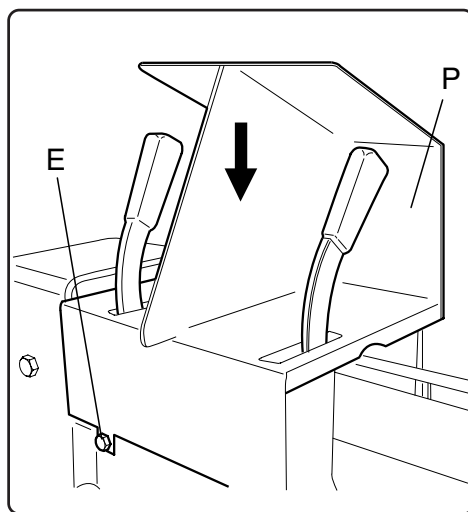

Abb. 5
- die Schutzvorrichtung P, in angegebener Pfeilrichtung auf die bereits montierten Hebel C und B, einführen. Die Schutzvorrichtung am Rahmen mittels den 4 zuvor entfernten selbstschneidenden Schrauben, wie unter Abb. 5, befestigen.